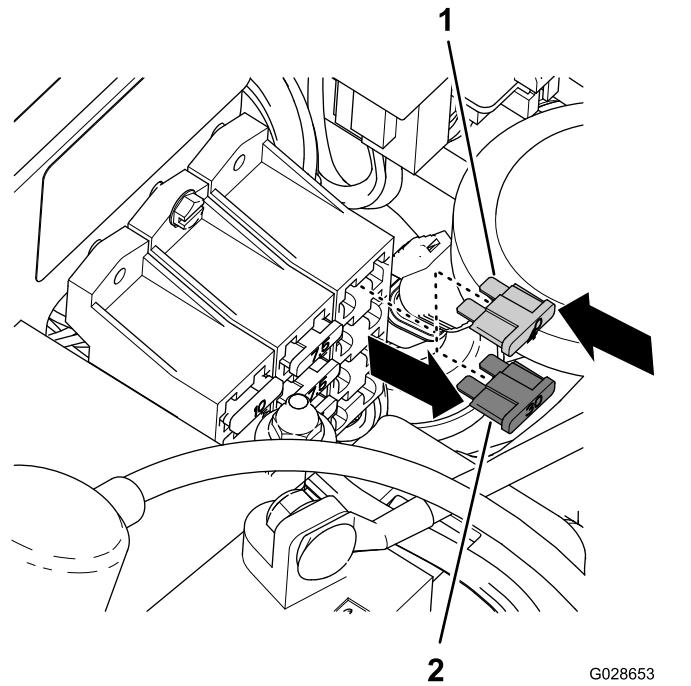

Figure 31
1. Sur le porte-fusibles, retirez le fusible de 30 ampères (Figure 31).
2. Insérez un fusible de 40 ampères à l'emplacement occupé auparavant par le fusible de 30 ampères (Figure 31).